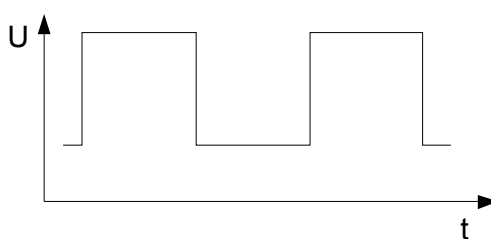

Рис. 146
- Цифровые ИМС – с дискретной обработкой информации (смотрите рисунок 146).